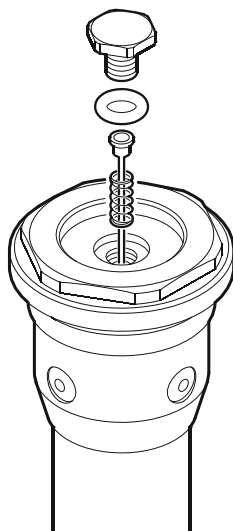

Рис. 4.2 - Демонтаж струны
- отсоедините струну в нижней части зонда, предварительно сняв колпачок-заглушку, и в верхней части зонда, как показано на рис. 4.2;